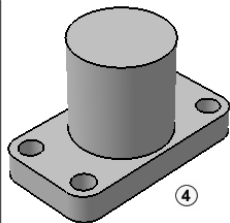

图 3-56 拉伸圆柱
单击“凸台”按钮，系统弹出“定义凸台”对话框，单击“类型”下拉列表框，在弹出的下拉列表中选择“尺寸”，在“长度”文本框中输入 44，在“轮廓/曲面”选项组中的“选择”框中系统自动选择了“草图.3”作为拉伸面，其他采用默认设置，单击“确定”按钮完成凸台操作，如图 3-56 中①~③所示。结果如图 3-56 中④所示。单击屏幕最下方的“全部适应”按钮，单击屏幕下方的“等轴测视图”按钮.